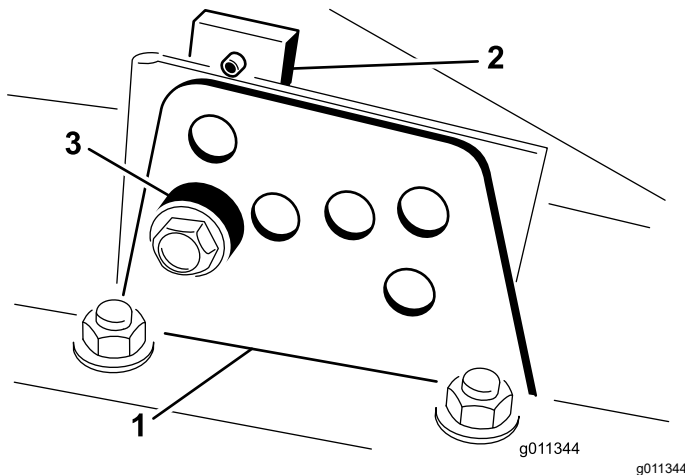

Figure 17
2. Desserrez le boulon qui fixe le support de hauteur de coupe à la plaque de hauteur de coupe (à l'avant et de chaque côté) (Figure 17).
4. Tout en supportant la chambre, déposez l'entretoise (Figure 17).